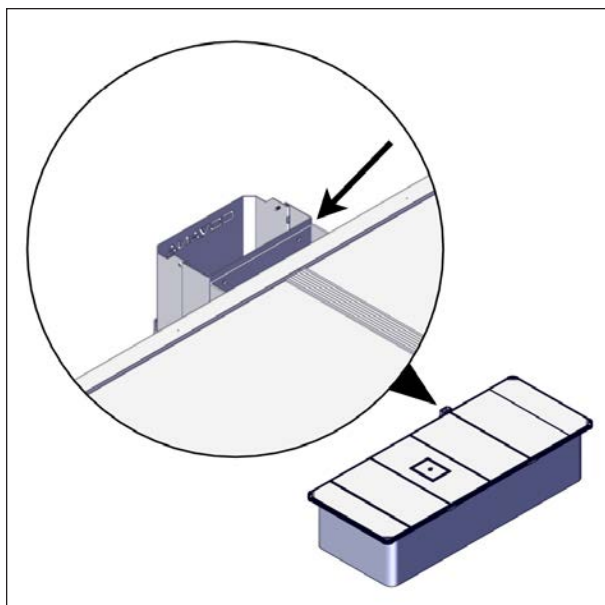

FIGURE 64: ALIGNEMENT DU MANCHON AVEC LE SUPPORT DE MONTAGE DU COUVERCLE
4. Positionner délicatement le manchon au sol pour que le dessus du manchon soit en contact avec le support de montage du couvercle, voir Figure 64.